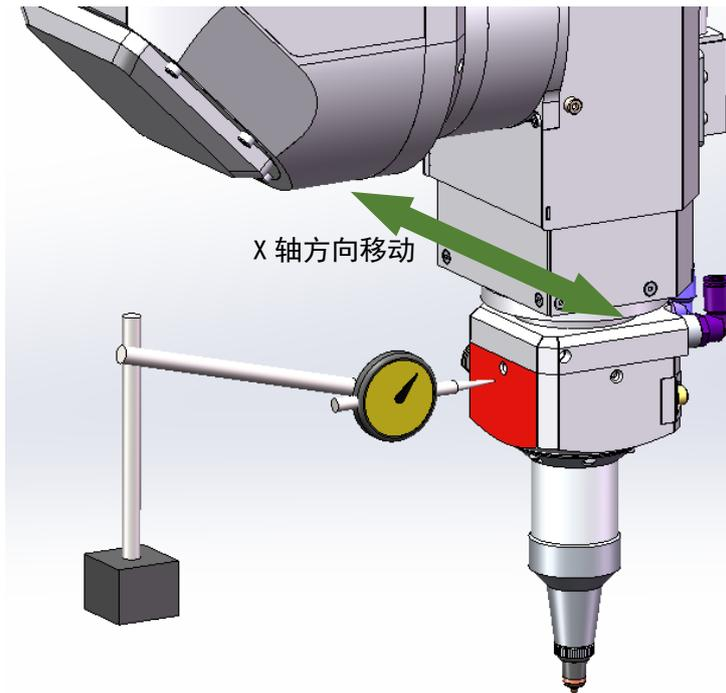

图 5.17 整体四轴激光头与机床 Z 轴（XZ 面）平行校正
b) 表探针打在整头的随动组件围板靠近 A 轴的一侧的测试面（如图 5.17 标红平面）；